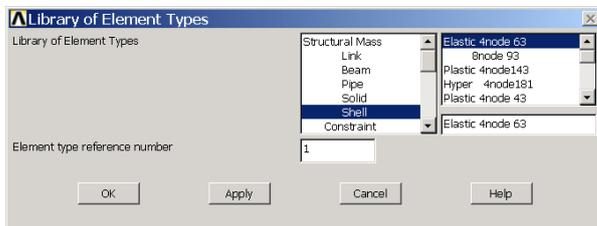

图4.3 选择SOLID42单元
(3) 在左侧列表框中选择【Shell】，则右侧列表框中将显示所有的 SHELL 单元，如【Elastic 4node 63】即为 SHELL63 单元。选中此单元，并在【Element type reference number】文本框中输入单元参考号，默认为“1”，单击【OK】按钮即可。如图 4.3 所示。